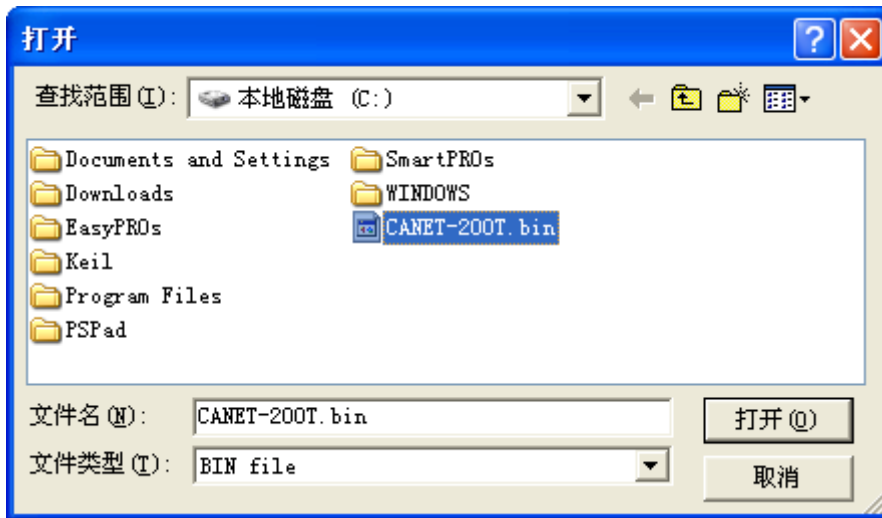

图 6.15 固件升级界面
- 单击菜单中的【升级固件】，出现如图 6.15 所示的固件升级界面，选中升级文件，单击“打开”按钮。